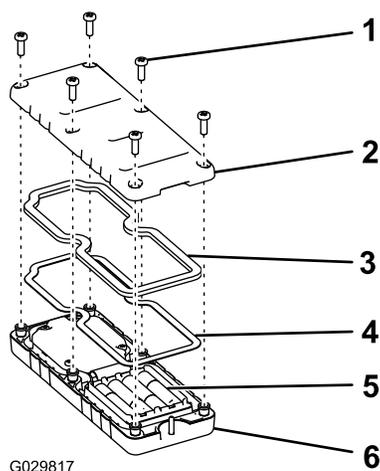

Рисунок 39
1. Отверните 6 винтов в задней части пульта дистанционного управления и демонтируйте крышку (Рисунок 39).
5. Установите крышку, закрепите ее с помощью 6 ранее снятых винтов (Рисунок 39) и затяните их с моментом 1,5-1,7 Н·м.